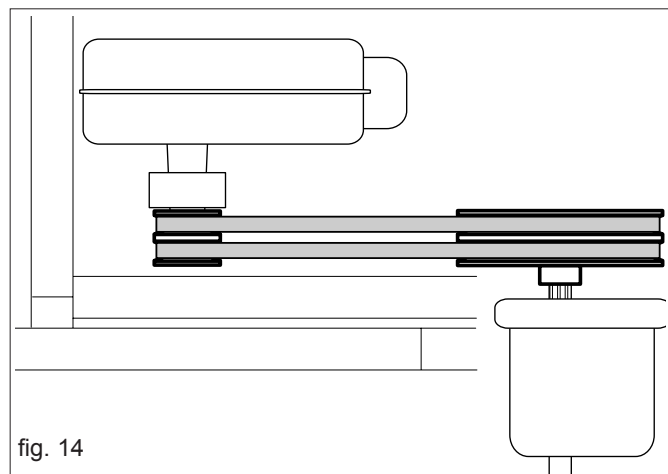

fig. 14
- 1) Le cinghie vanno inserite fra la puleggia montata sulla presa di potenza posteriore dell'erpice e quella con l'innesto centrifugo della soffiante (Fig. 14).